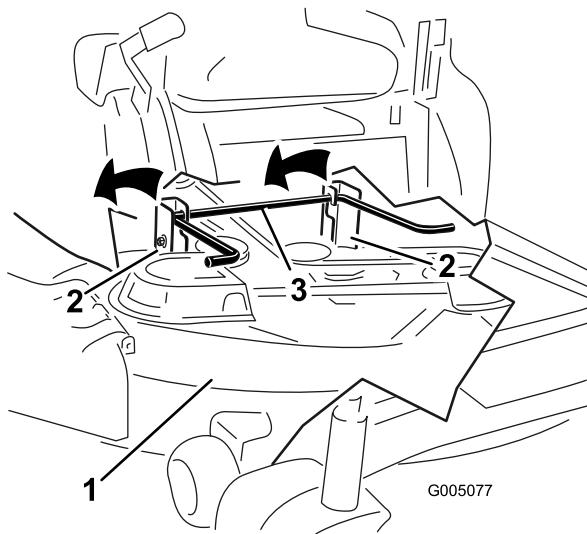

Figure 58
- En vous aidant des poignées, soulevez le tablier de coupe et les supports pour les dégager de la tige de levage arrière et abaissez le tablier au sol avec précaution (Figure 58).
- Soulevez l'arrière du tablier de coupe et guidez les supports sur la tige de levage arrière (Figure 58).